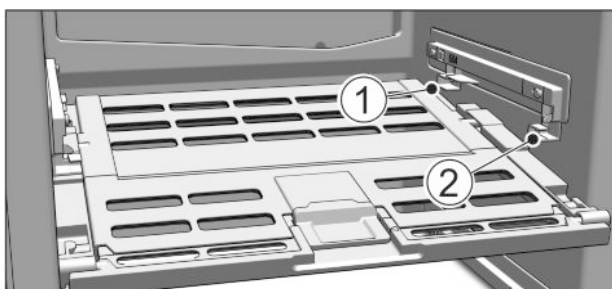

Fig. 48
- ▶ Mettre en place le couvercle du compartiment Fruit & Vegetable : Introduire les rainures du couvercle en bas dans le support arrière Fig. 48 (1) et les insérer dans le support Fig. 48 (2).